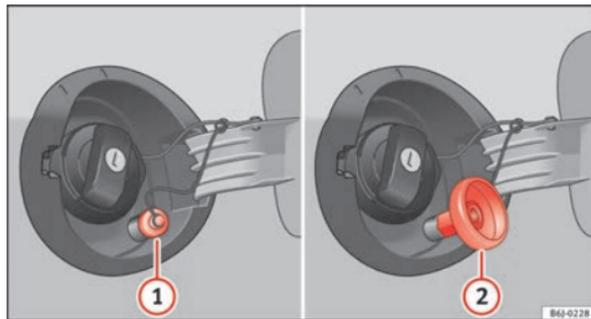

Fig. 131 Tapa del depósito abierta con boca de carga de GLP y adaptador.
- Desenrosque el tapón de la boca de carga de gas ⇒ fig. 131 ①.
- Enrosque el adaptador necesario ⇒ fig. 131 ② en la boca de carga de gas ①.
- Desenrosque el adaptador ⇒ fig. 131 ②.
- Enrosque el tapón en la boca de carga de gas ⇒ fig. 131 ①.